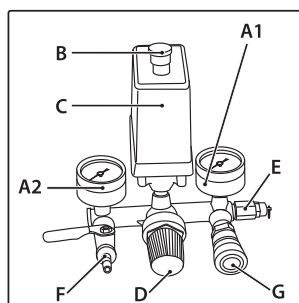

рис. 10
Компрессор работает полностью автоматически при помощи реле давления (C) (рис. 10), останавливающего двигатель по достижении максимального давления и запускающего компрессор при падении давления до минимального установленного уровня (на 2 бара меньше максимального рабочего давления).
При помощи выходного редуктора и манометра расхода выходного воздуха возможна регулировка выходного давления сжатого воздуха. Для выполнения этой операции достаточно повернуть вентиль редуктора (D) по часовой стрелке для увеличения давления, против часовой стрелки — для уменьшения давления. Закончив работу, рекомендуется перевести значение выходного давления на ноль по манометру (A2) (рис. 10). Эта операция нужна для предотвращения увеличения погрешности и быстрого износа редуктора.
Подключение пневматического инструмента к компрессору осуществляется с помощью выходной быстроразъемной муфты (G) или штуцера типа «елка» (рис. 10).